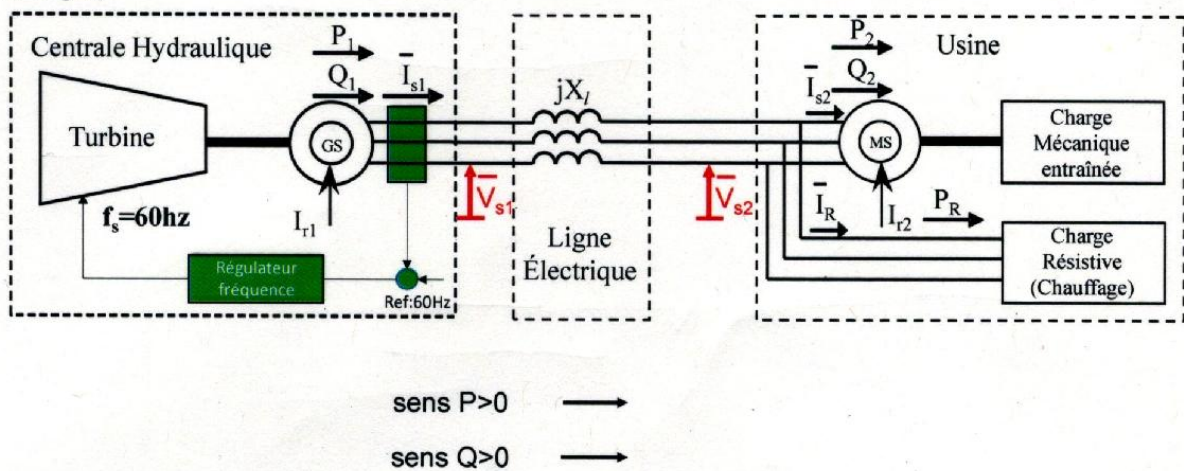

Figure 2 Réseau interne non relié de l'industrie en configuration hivernale avec charge résistive de chauffage
En hiver, l'usine consomme en plus de la puissance mécanique  $P_u = 4MW$  consommée par la charge mécanique entraînée par le moteur synchrone, une puissance  $P_R = 1MW$  de chauffage électrique que l'on peut représenter par une charge électrique triphasée purement résistive. (voir Fig.2).
4. Calculer la résistance  $R$  du schéma monophasé équivalent en étoile de la charge résistive qui consomme une puissance active totale  $P_R = 1MW$  lorsqu'elle est alimentée en triphasé par la tension ligne-ligne nominale  $U_{s2} = U_{sn} = 4160V$ . Tracer le schéma monophasé équivalent en étoile de l'installation en configuration hivernale de la Fig.2 en utilisant les conventions de signe pour les puissances, courant & tension qui y sont indiquées. Tracer le diagramme vectoriel complet de l'installation en configuration hivernale de la Fig.2 incluant ceux de la ligne, des machines synchrones et de la charge résistive de chauffage. (7 pts)
5. Calculez la nouvelle puissance active  $P_1$  qui circule dans la ligne et la nouvelle valeur algébrique de l'angle de déphasage  $\beta_1$  entre les tensions en amont et en aval de la ligne. Calculer la nouvelle valeur efficace  $I_{s1}$  du courant qui circule dans la ligne entre la centrale et l'usine et la nouvelle valeur algébrique de la puissance réactive  $Q_1$  échangée à la sortie de la centrale. Calculer la valeur algébrique de la puissance réactive  $Q_l$  dans la ligne inductive. A partir du bilan de puissance réactive, calculer la valeur algébrique de la puissance réactive  $Q_2$  échangées à présent entre le moteur synchrone de l'usine et le reste de l'installation en tenant compte des conventions de signe imposées sur la Fig.2. Calculer la valeur efficace du courant  $I_{s2}$  dans le moteur synchrone MS et les nouvelles valeurs des courant inducteurs  $I_{r1}$  de la génératrice synchrone GS et  $I_{r2}$  du moteur synchrone MS qu'il faut appliquer pour maintenir  $U_{s1} = U_{s2} = U_{sn} = 4160V$  dans la configuration hivernale de la Fig.2. (18 pts)